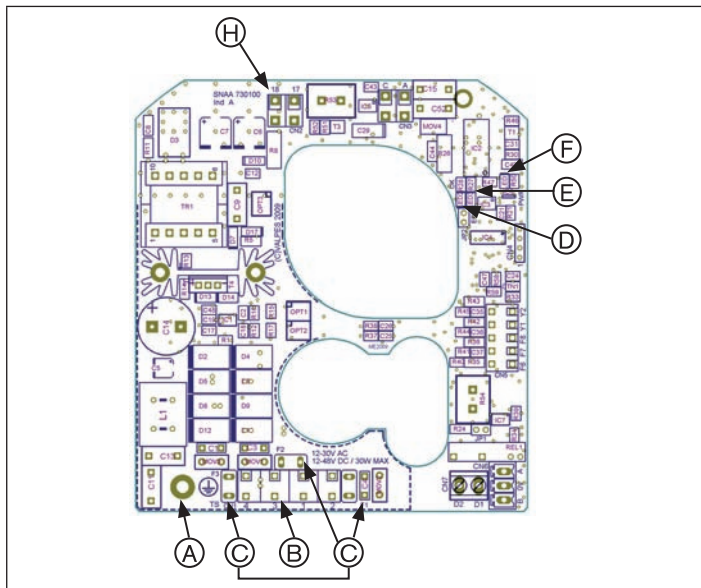
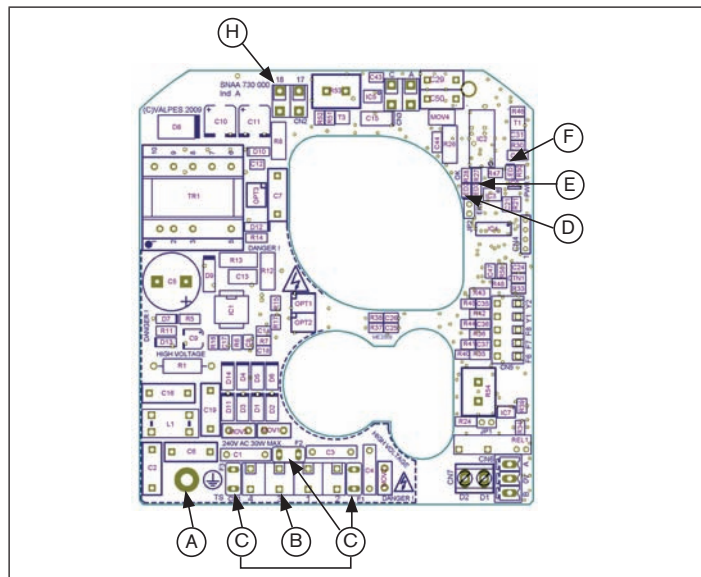
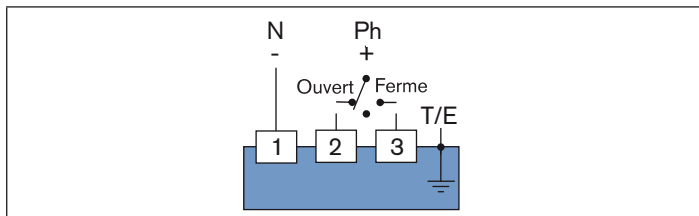
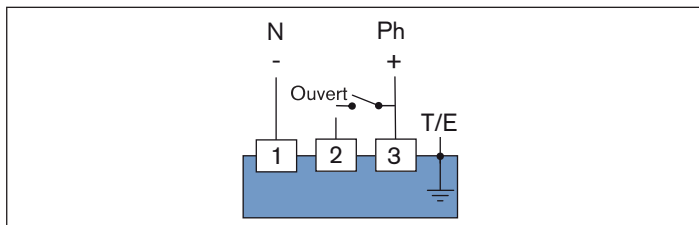

Fig. 12 : Alimentation en courant: carte 15-30 V 50/60 Hz (12-48 V DC)
Fig. 13 : Alimentation en courant: carte 100-240 V 50/60 Hz
Fig. 14 : Mode trois points modulants
Fig. 15 : Mode ouvert / fermé (Tenir compte de la variante à courant de secours dans les instructions de service)
→ Pour ce faire, desserrez la vis de terre et fixez l'oeillet du câble de mise à la terre sur cette vis (voir « Fig. 12 » et « Fig. 13 »).
- Raccordez le câble selon le type de commande souhaité (« Fig. 14 » et « Fig. 15 ») au bornier pos. B de la carte d'alimentation en tension (« Fig. 12 » et « Fig. 13 »).
Mode de fonctionnement pour le mode ouverture/fermeture (« Fig. 15 »)